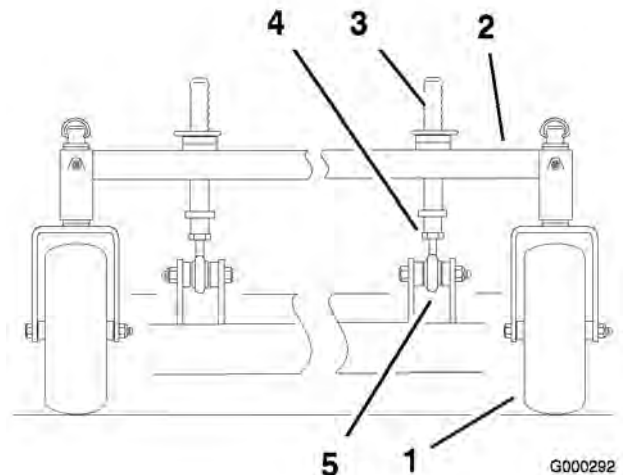

Figura 77
1. Para cambiar la inclinación longitudinal, pueden ajustarse los pilares delanteros de ajuste de altura de corte (Figura 77).
2. Para elevar la parte delantera de la plataforma, afloje la contratuerca y haga girar el pilar delantero en el sentido de las agujas del reloj (Figura 77).
3. Para bajar la parte delantera de la plataforma, afloje la contratuerca y haga girar el pilar delantero en el sentido contrario de las agujas del reloj (Figura 77).
6. Apriete las contratuercas (Figura 77).